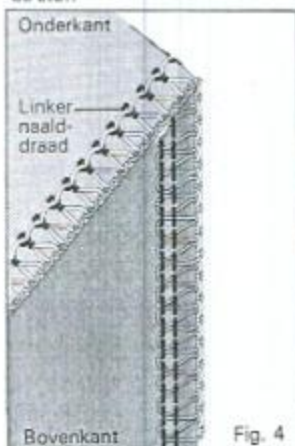

Fig. 4
- C. Als de linker naalddraad te los is en duidelijk zichtbaar aan de onderkant van de stof (zie pag. 13, Fig. 4) vermeerder dan de linker naalddraad-spanning (groen) en/of verminder één of beide griper-spanningen.